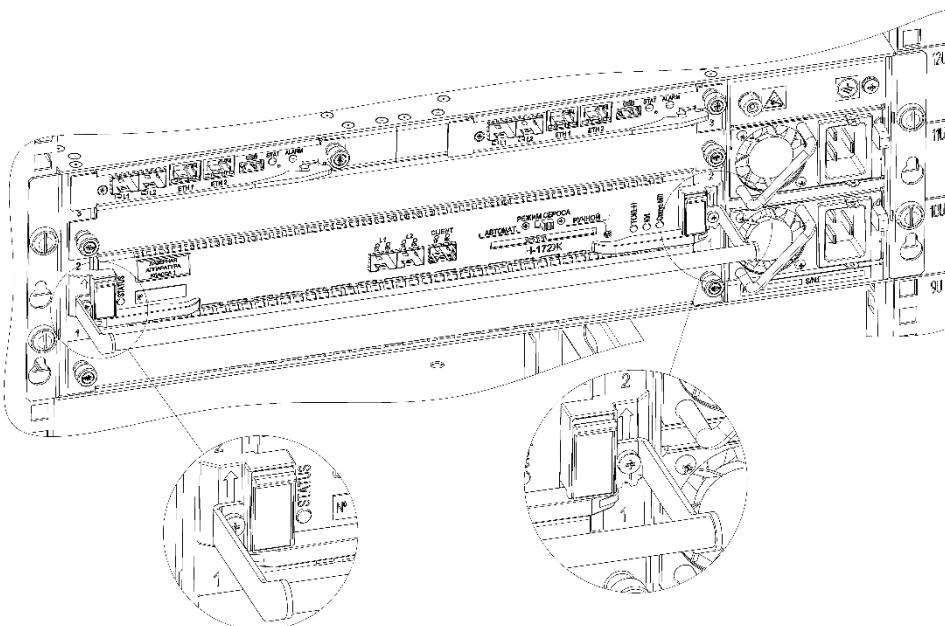

Рисунок 15 – Установка ручки-органайзер
- закрепить ручку-органайзер¹ на лицевой панели изделия, совместив крепление ручки с крепежными винтами и зафиксировать винты (см. Рисунок 15);